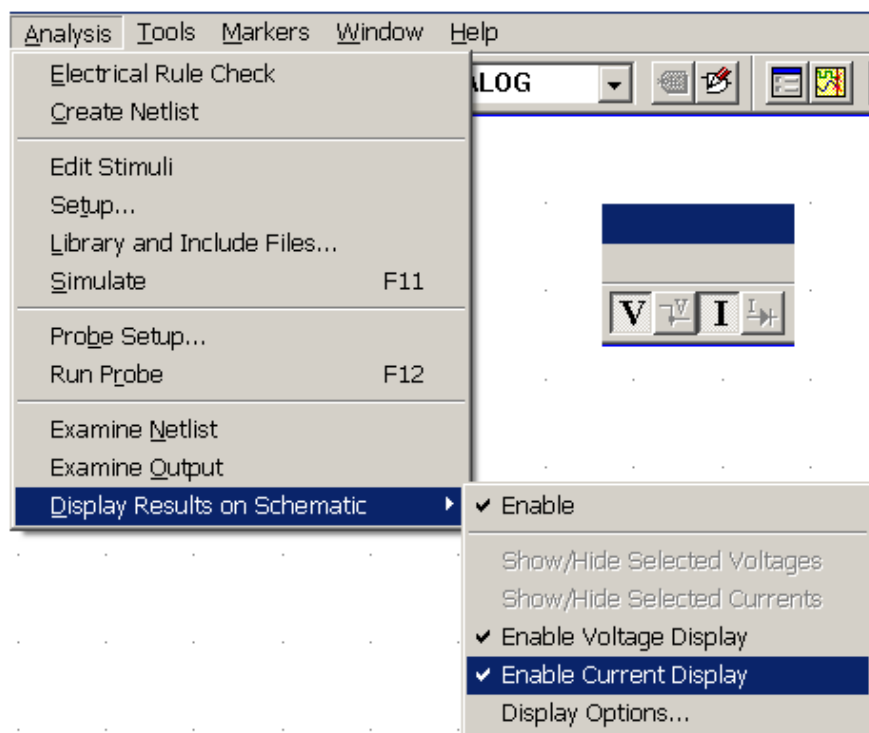

Рисунок 1.3– Управление отображением результатов анализа
**1.4.5** Отобразить на схеме результаты анализа по постоянному току – узловые потенциалы и токи компонентов. Управление отображением – через меню **Analysis > Examine Netlist** и с помощью пиктограмм панели инструментов (рис. 1.3).